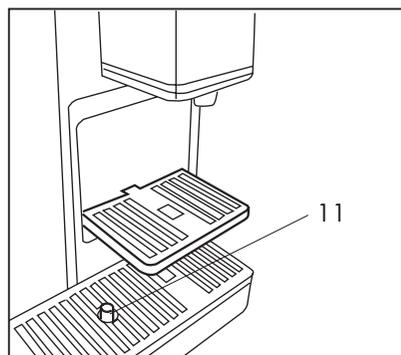

Abb. 18
Wenn der rote Schwimmer (11) in der Wanne aus dem Loch ragt (Abb. 18) bedeutet das, dass das in der Wanne gesammelte Wasser den maximalen Füllstand überschritten hat. Den Kapselsammelbehälter (6) heraus nehmen, die Wanne leeren, sorgfältig reinigen und wieder mit dem Kapselsammelbehälter einsetzen.